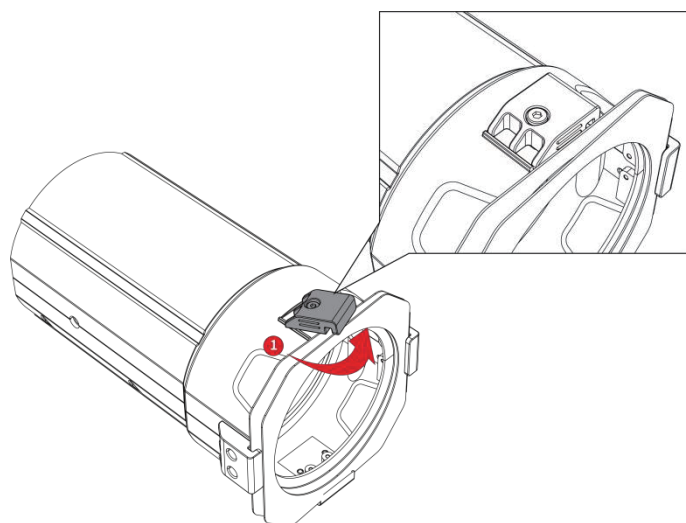

图 9
- 1) 如（图 9）所示，将带有标识的卡爪向上抬起并旋转。